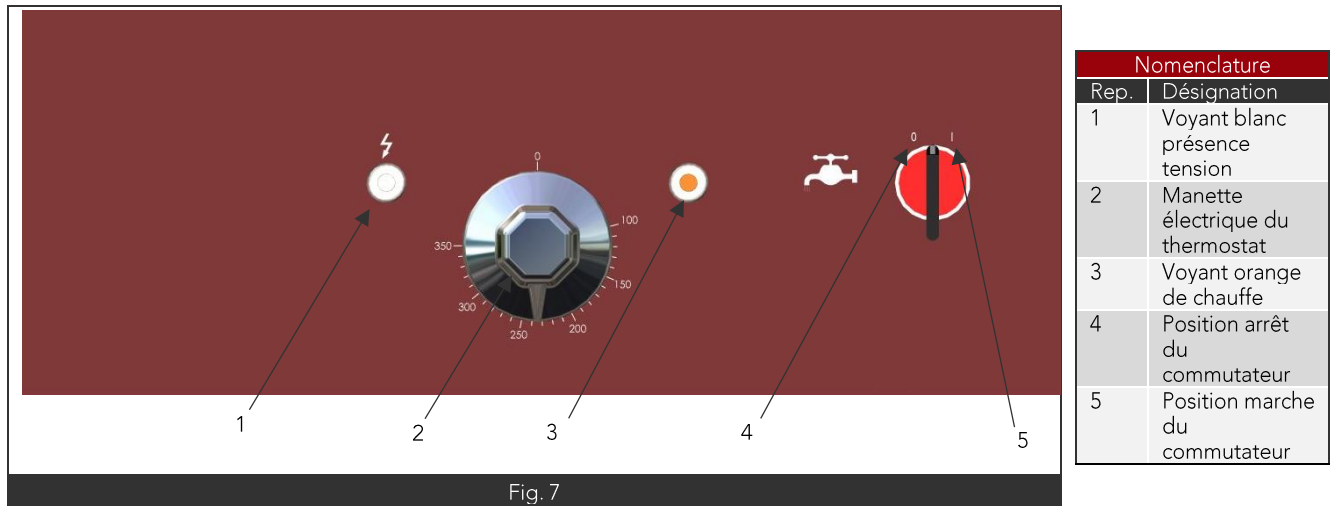

Fig. 7
- L'appareil étant sous tension le voyant blanc s'allume (Fig7 Rep1)
- Mettre la manette du commutateur du ruissellement sur la position marche (Fig7 Rep5) pour faire circuler l'eau dans la gorge périphérique.
- Régler la température du thermostat en agissant sur la manette électrique (Fig7 Rep2).
- Le voyant orange s'éclaire indiquant la chauffe des résistances (Fig7 Rep3) et s'éteint lorsque celle-ci sont à la températures désirées.
- Pour arrêter le ruissellement d'eau tourner la manette du commutateur sur la position arrêt. (Fig7 Rep4)